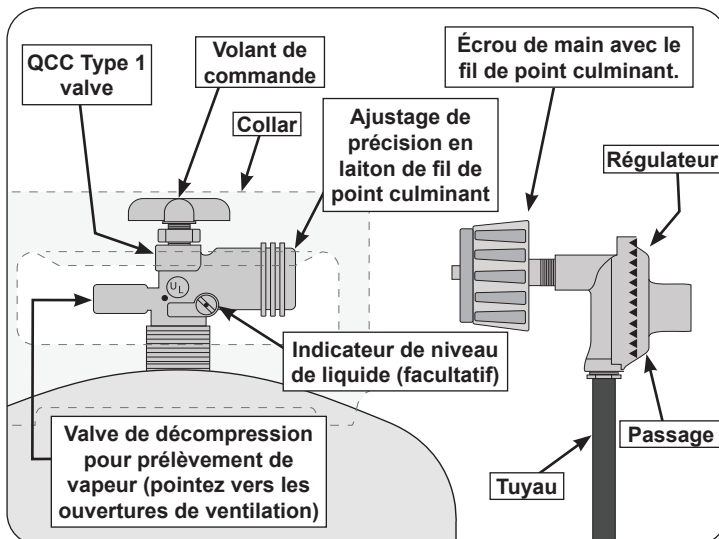

Fig. 8-1 Type coupleur de fil de point culminant d'I
- La bouteille utilisée doit comporter un collier pour protéger le robinet de la bouteille. Le système d'alimentation de la bouteille doit être conçu pour le retrait de la vapeur. Voir Fig. 8-1.
- Lorsqu'il est utilisé avec une bouteille, le système d'alimentation en gaz doit être utilisé avec un régulateur de pression. Le régulateur de pression et l'ensemble de tuyau (**non fourni**) utilisés doivent correspondre à la spécification de type I par ANSI Z 21.58/CGA 1.6 et doivent être conformes à UL 144 en tant que partie du système d'alimentation en gaz propane autonome (voir Fig. 8-1).
Pour déconnecter: tournez l'écrou à main dans le sens antihoraire jusqu'à ce qu'il soit détaché (Fig. 8-1)